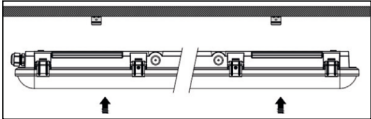
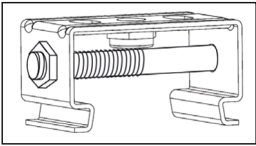

Рис. 1
Рис. 2
- 5.12 Закрепите скобы на поверхность установки и зашелкните в скобы осветительный прибор (рис. 1). **Внимание!** Для надежной фиксации осветительного прибора необходимо использовать стягивающие болты, входят в комплект поставки. Болты необходимо установить в боковые отверстия на скобах и затянуть гайкой (рис. 2).